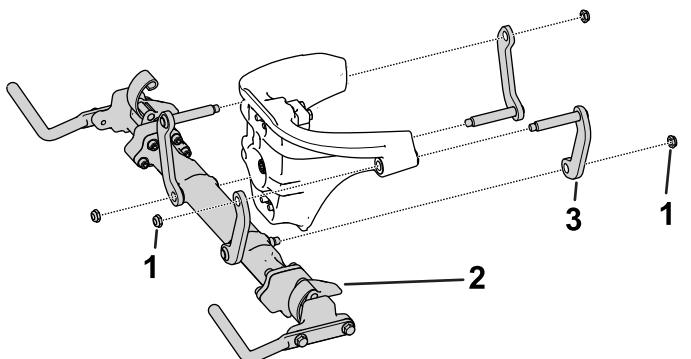

Figura 2
2. Remova o conjunto de cruzeta desapertando e removendo as porcas que prendem os braços do conjunto da ligação à cabeça da direção (Figura 2).
7. Instale o conjunto da cruzeta na cabeça da direção (Figura 2).